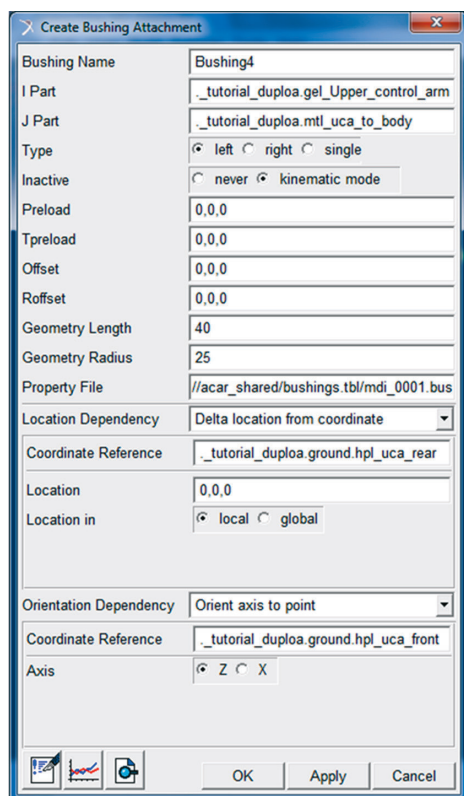

Figura 5.143 – Preenchimento da caixa de diálogo relativa à criação da bucha “*bkl\_Bushing4*”.
- Repita os procedimentos e preencha os campos da janela *Create Bushing Attachment*, como ilustrado na Figura 5.143.